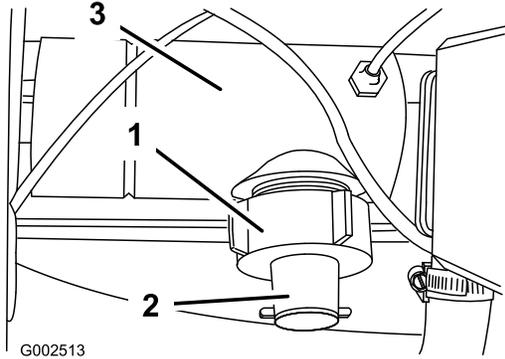

Figura 53
1. Retire la tapa del cuerpo del caudalímetro (Figura 53).